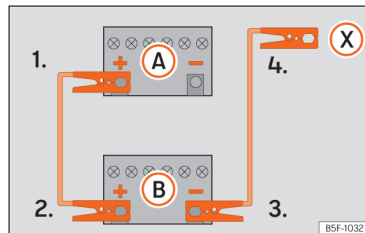

Fig. 215 Esquema de ligação para veículos sem sistema Start Stop.
2. Ligue uma extremidade do cabo *vermelho* de emergência ao polo positivo (+) do veículo com a bateria descarregada (A).
3. Ligue a outra extremidade do cabo auxiliar de arranque *vermelho* ao polo positivo (+) do veículo que fornece a corrente (B).
4. Veículos sem sistema Start-Stop: ligue uma extremidade do cabo preto de emergência ao polo negativo (-) do veículo que fornece a corrente (B) »» Fig. 215.